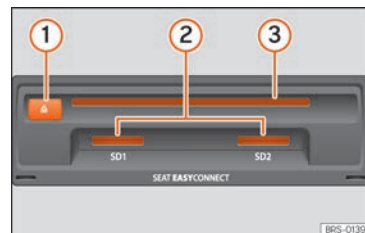

Fig. 197 Logements pour support de données dans la boîte à gants.
- » **fig. 197** ③ jusqu'à ce qu'il soit automatiquement avalé.
» **fig. 197** ②, jusqu'à ce qu'elle s'encastre.